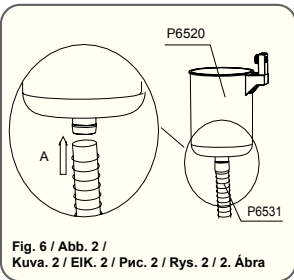

Fig. 6 / Abb. 2 / Kuva. 2 / EIK. 2 / Pvc. 2 / Rys. 2 / 2. Ábra
1. Connect the hose (P6531) to the bottom of the skimmer body (P6520). (See Fig. 6)
1. Ligue a mangueira (P6531) a base do corpo do skimmer (P6520). (Veja Fig. 6)
1. Conecte la manguera (P6531) a la parte inferior del cuerpo del skimmer (P6520). (Vea Fig. 6)
1. Schließen Sie den Schlauch (P6531) am Boden des Skimmergehäuses (P6520) an. (Siehe Abb. 6)
1. Sluit de slang (P6531) aan op e onderkant van de skimmer (P6520). (Zie Fig. 6)
1. Collegare il tubo flessibile (P6531) alla parte inferiore del corpo dello skimmer (P6520). (Vedere Fig. 6)
1. Fixez le tuyau (P6531) au fond du corps du dépollueur (P6520). (Voir Fig. 6)
1. Подсоедините шланг (P6531) к нижней части корпуса скиммера (P6520). (См. Рис. 6)
1. Podłącz wąż (P6531) do spodu korpusu skimmera (P6520). (Patrz Rys. 6)
1. Koppla slangen (P6531) till skimmerns undersida (P6520). (Se Fig. 6)